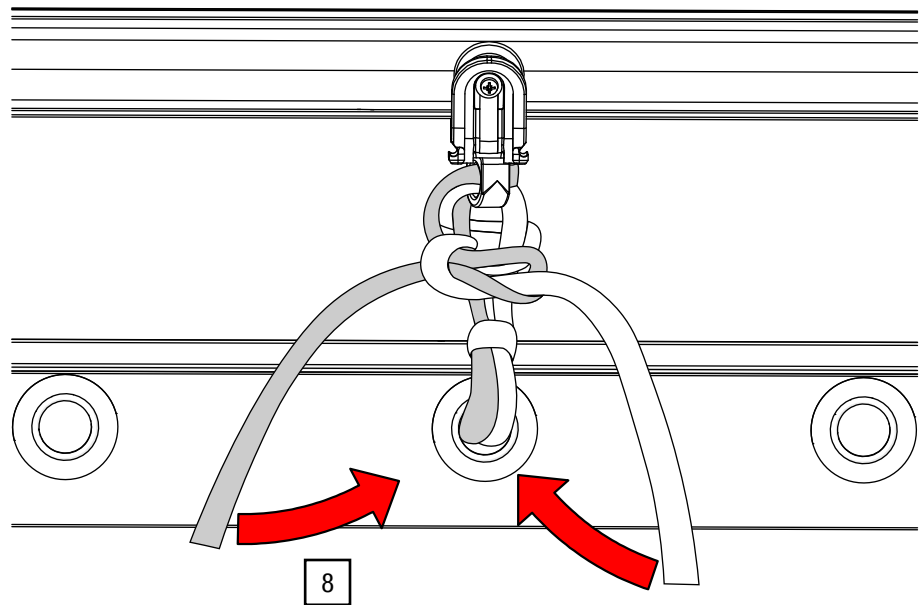

Abb. 63: Bindeband – Lose Enden in Vorhangöse sichern
8. Sichern Sie die losen Enden, indem Sie diese durch die Vorhangöse ziehen (siehe Abb. 63).